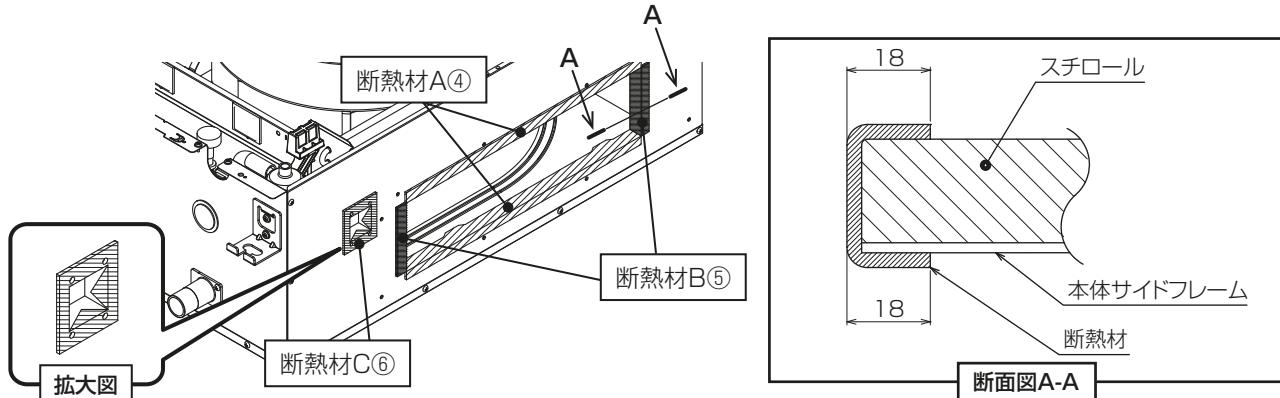

図11
### (2) 開口部に付属の断熱材A④、断熱材B⑤および断熱材C⑥を貼り付けます。(図11)
- ・断熱材A④と断熱材B⑤はスチロールと本体サイドフレームをはさむように貼ってください。
- ・断熱材C⑥は切込み部を内側へ折り曲げて貼ってください。